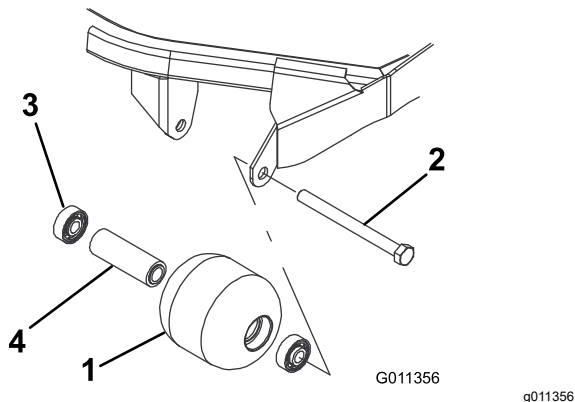

Figure 81
1. Retirez le boulon de fixation du galet (Figure 81).
1. Enfoncez le premier roulement dans le logement à la presse (Figure 81). Exercez la pression uniquement sur la bague extérieure ou uniformément sur les bagues intérieure et extérieure.
2. Insérez l'entretoise (Figure 81).
3. Enfoncez le second roulement dans le logement à la presse (Figure 81). Exercez une pression uniforme sur les bagues intérieure et extérieure jusqu'à ce que la bague intérieure rencontre la douille d'écartement.
4. Vérifiez l'état du logement de roulements, des roulements et de la douille d'écartement (Figure 81) Remplacez tout composant endommagé et procédez au remontage.